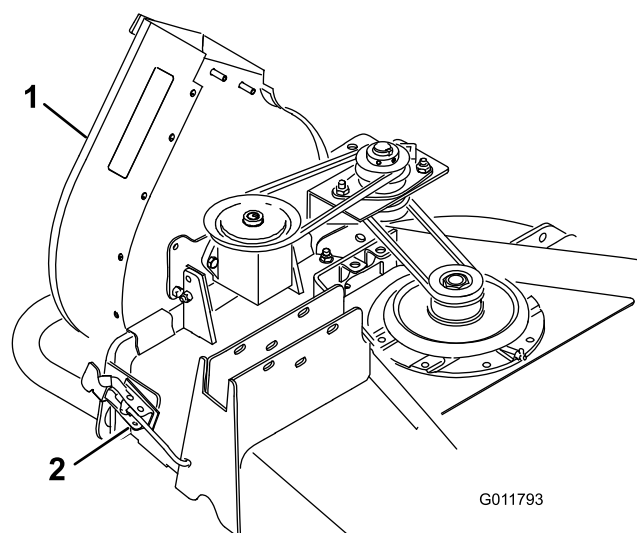

Figura 16
22. Posizionate la cinghia trapezoidale più piccola attorno alla gola più piccola della nuova puleggia del mandrino (Figura 16).
24. Fate scorrere il gruppo soffiatore sull'elemento di taglio, inserendo le aste delle ghiera regolabili nel foro davanti alla staffa orientabile e alla staffa di ancoraggio. Fissate le ghiera regolabili (Figura 16).
25. Installate la cinghia di trasmissione sulla puleggia inferiore dell'albero intermedio (Figura 16).